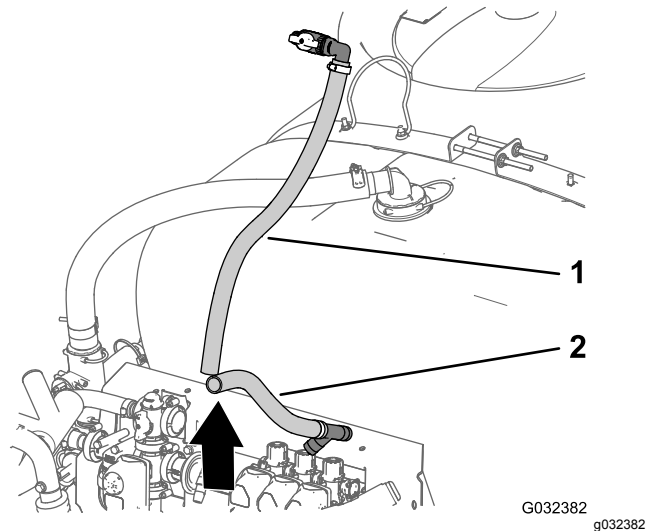

Figure 54
- Déposez les flexibles de dérivation supérieur et inférieur de la machine (Figure 54).